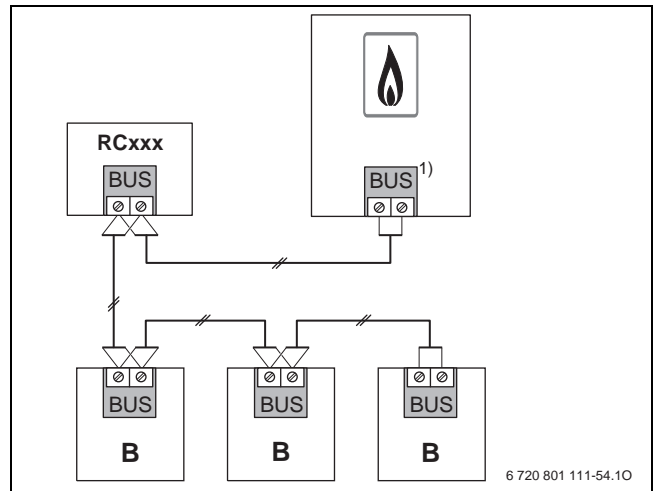
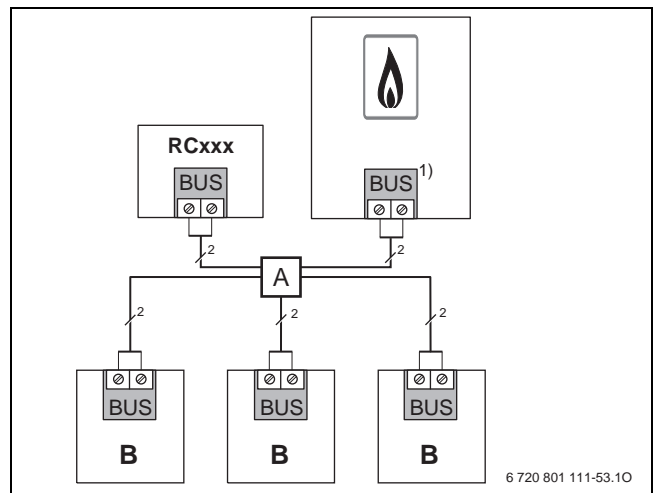

Bild 124 Serieller Anschluss der BUS-Teilnehmer
Bild 125 Sternförmiger Anschluss der BUS-Teilnehmer
Der EMS-BUS ist ein 2-adriges BUS-System. Die Polarität der Adern ist bei EMS plus Komponenten beliebig (vertauschungssicher). Die Module EMS plus werden wahlweise in Serie (→ Bild 124) oder sternförmig (→ Bild 125, Verteilerdose oder Modul ASM10 erforderlich) am Wärmeerzeuger angeschlossen. Wir empfehlen die Installation in Serie, da die Anschlussklemmen nicht für die Belegung mit mehreren Adern ausgelegt sind.
**Legende zu Bild 124 und Bild 125:**